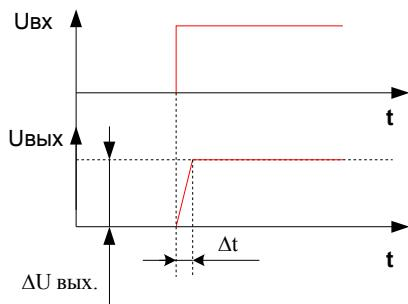

Рис. 258
- $$\left[\frac{B}{\mu\kappa C} \right] \text{ (смотрите рисунок 258).}$$